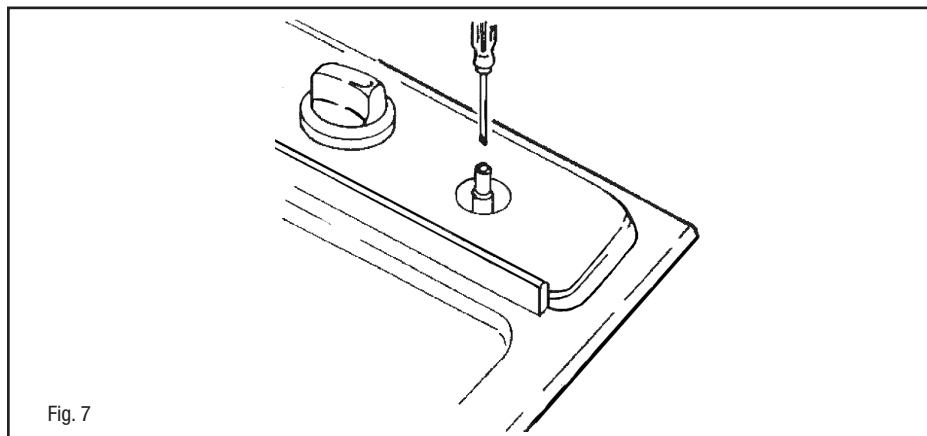

Fig. 7
- pour le réglage au minimum, tournez à l'aide d'un tournevis approprié la vis qui se trouve sur le robinet (Fig. 7) après avoir placé le robinet sur la position du minimum. Pour GPL (butane / propane) serrez à fond.